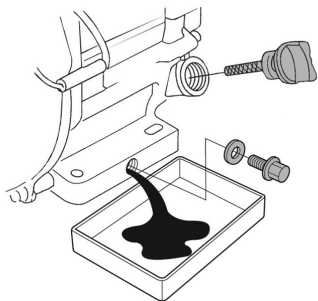

Рис. 24. Замена масла в двигателе
4. Очистите от загрязнений зону вокруг маслосливной горловины. Извлеките крышку-щуп из маслосливной горловины (Рис. 24) и протрите щуп чистой ветошью.
(1) Техническое обслуживание должно осуществляться более часто, при работе в пыльных условиях.
(2) Данный вид работ необходимо выполнять в авторизованном сервисном центре.
- Открутите пробку для слива масла и слейте отработанное масло в подготовленную для этого емкость (Рис. 24).